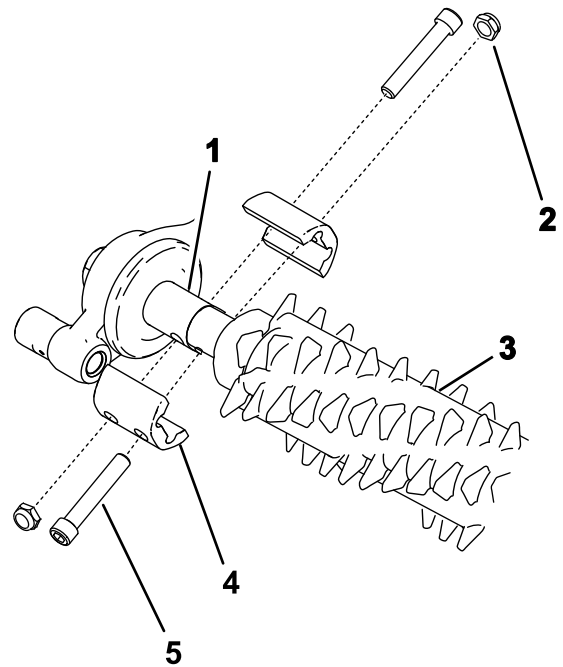

図 25
- グルーミングリールアセンブリを、駆動ボックスとアイドルアセンブリとの間にセットする 図 25。
- 図 25にある、グルーマアセンブリを固定しているボルトを本締めし 5-7 N·m 0.56-0.69 kg.m 46-60 in-lb にトルク締めする。